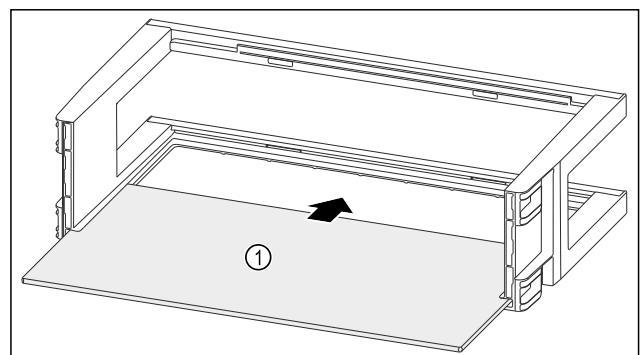

Fig. 97
- Odkládací plochu Fig. 97 (1) zasuňte do bočních vybrání.